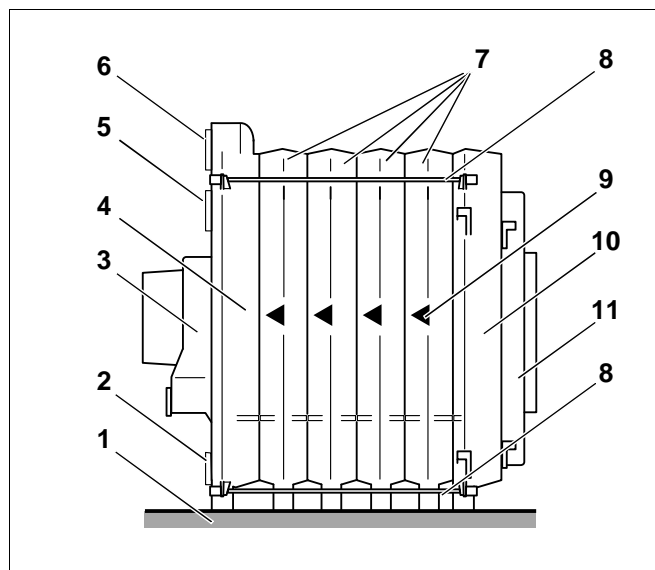

Fig. 5 Kedelkrop
Samlingen af kedelkroppen foregår altid bagfra og fremad, idet man starter med bagelementet (Fig. 5, **pos. 4**). Forelementet (Fig. 5, **pos. 10**) skal altid monteres sidst.
Under samlingen skal du altid holde øje med retningspilene for monteringen (Fig. 5, **pos. 9**) og udføre monteringen i overensstemmelse med følgende anvisninger og figurer!
Forklaring (Fig. 5):